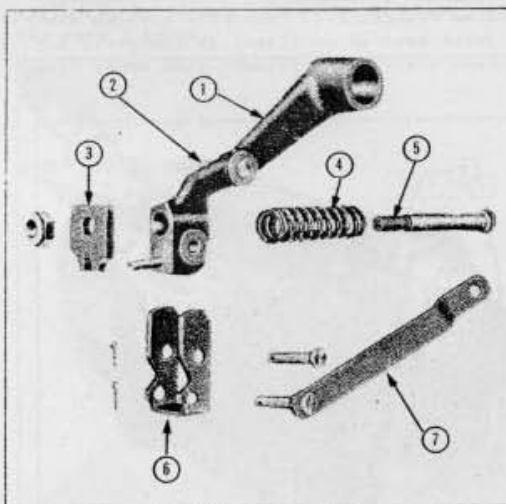

Fig. 31
- iv Assembler la bielle de sélection à la came avec un axe et une goupille fendue. La partie rectiligne la plus longue est assemblée à la came et le décrochement de la bielle est orienté vers l'intérieur; la bielle doit se trouver sur l'extérieur de la came, du côté opposé à l'axe du bras (fig. 31).